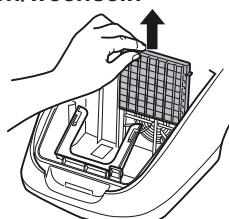

Abb. 24
2. Entnehmen Sie den Filterhalter samt Motorschutzfilter (Abb. 24).